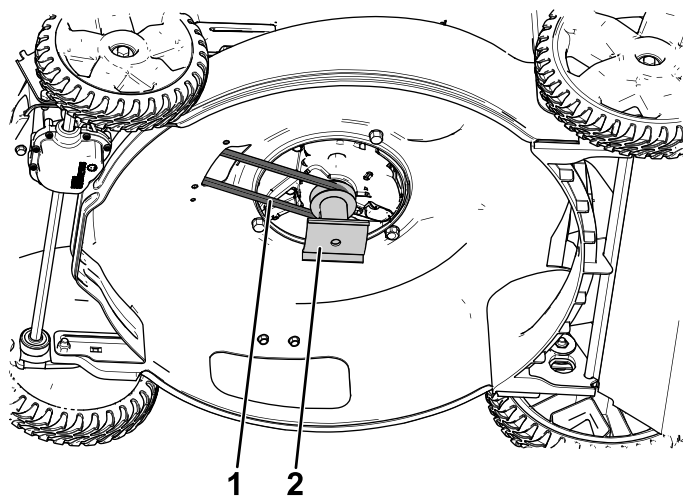

Рисунок 7
3. Установите привод ножа и проложите ремень вокруг него, как показано на Рисунок 7.